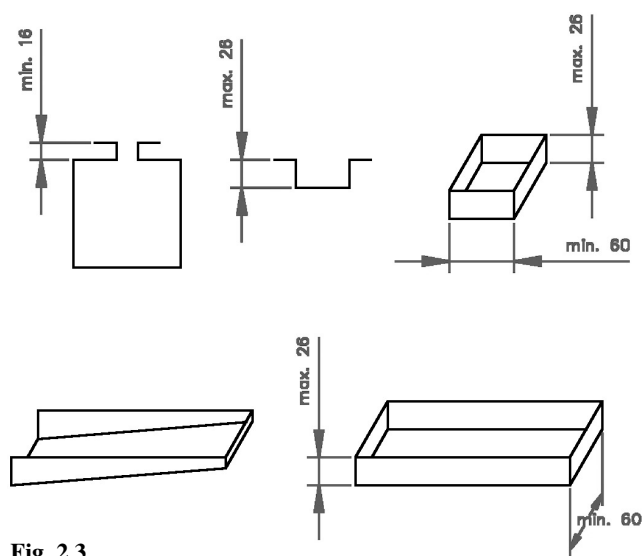

Fig. 2.3
Det kan være nødvendig å demontere en eller flere av segmentene (3) i den øvre bjelken for å gjøre best mulig bruk av de mange mulighetene som LF 2S - LF 3S har (se fig 2.3).